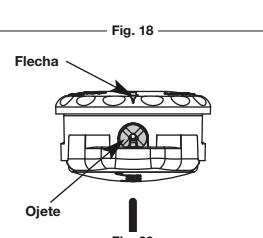

Fig. 18
3. Desenrosque la línea vieja de la bobina y sáquela del orificio central de la bobina. (Fig. 18)